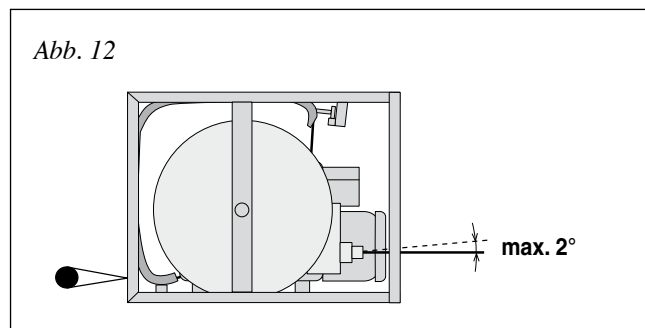

Abb. 12
- **Mehr als 2° Schrägzug ist nicht zulässig** (Abb. 12). Gegebenenfalls das Zugseil über Umlenkrollen führen (Abb. 5).